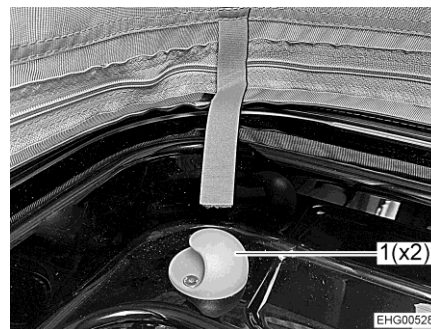

Fig. 42 Fixation
- Accrocher le filet de sécurité aux deux fixations (Fig. 42,1).